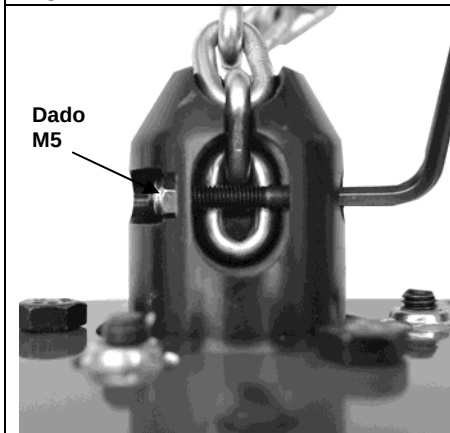

Figura 2-18
- 3) Posizionare il dado M5 sull'altra estremità del bullone e serrare (Cfr. Figura 2-18).